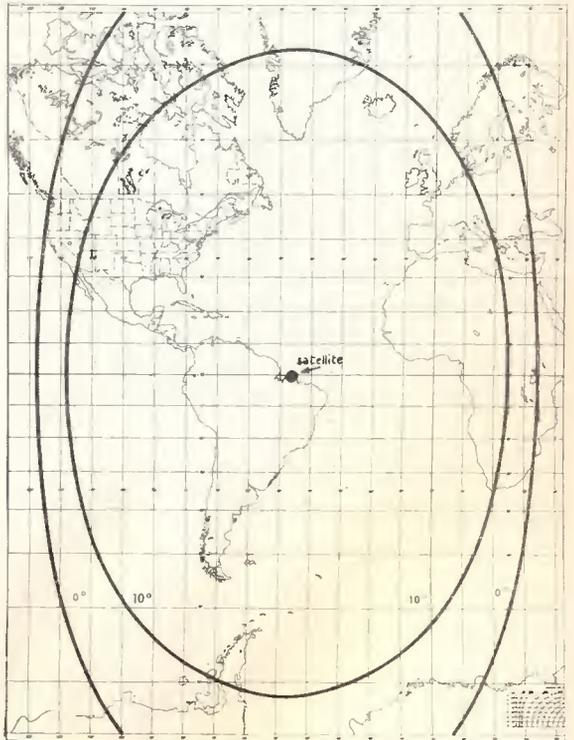

figura 2
- ricevitore BC603 con convertitore a transistor realizzato secondo lo schema di figura 2 a pagina 836 del numero 9/69 della rivista;
La cartina di figura 2 mostra i limiti dell'area attualmente servita da questo satellite il quale si trova quasi sulla verticale della costa nord del Brasile sulle coordinate, rilevate in data 11 dicembre 1969,  $46,071^\circ$  Ovest e  $0,521^\circ$  Sud. Come si può vedere dalla cartina, l'Italia pur rimanendo quasi al limite è comunque contenuta nella sua area di servizio e si possono ottenere ottime ricezioni, specie notturne, orientando l'antenna a  $248^\circ$  sul piano azimutale e  $14^\circ$  di elevazione, con polarizzazione verticale. Le trasmissioni in banda VHF (135,6 MHz) non hanno però carattere permanente se non per periodi molto brevi tanto che la sua ricezione in senso amatoriale può definirsi purtroppo sporadica e spesso casuale.
Oscilloscopio sperimentale da 2 o 3 pollici, pagina 1076 n. 12/69: manca, nello schema generale (figura 2) una resistenza da 270 k $\Omega$  tra la base di Q3 e la linea di tensione (a cui fa capo anche R23, ad esempio).